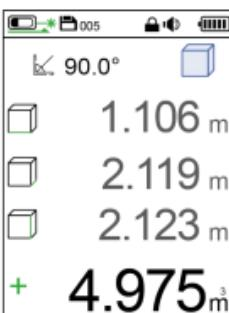
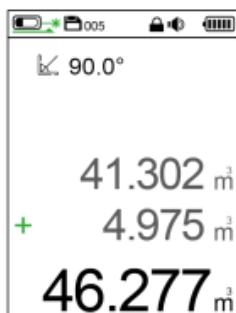

Abbildung 8 Zweites gemessenes Volumen
Abbildung 9 Summe des Volumens
Schritt 3: Wiederholen Sie Schritt 1, um das zweite Volumen zu messen, und das Ergebnis ist in Abbildung 8 dargestellt; Drücken Sie kurz die Taste, und das Gerät summiert automatisch die beiden Volumina. Im Hilfsanzeigebereich werden die Werte des ersten und zweiten Volumens angezeigt, und im Hauptanzeigebereich wird die Summe der beiden Volumina angezeigt, wie in Abbildung 9 dargestellt.